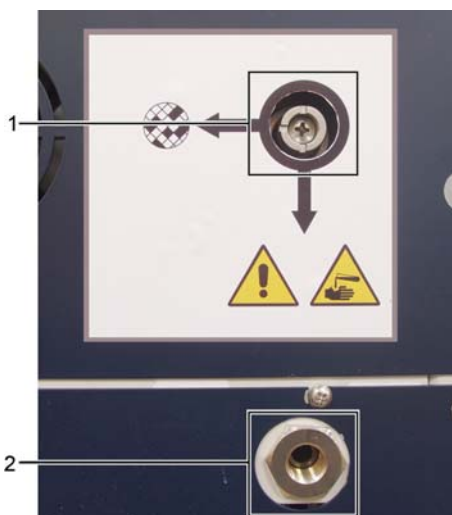

Abbildung 18. Wahlventil (1) und Dampfauslass (2)
1. Schließen Sie den Dampfauslass des Geräts an die externe Anlage an (siehe Pos. 2 in Abbildung 18).
3. Entfernen Sie bei Bedarf die externe Absaugung vom Dampfauslass (siehe Pos. 2 in Abbildung 18).